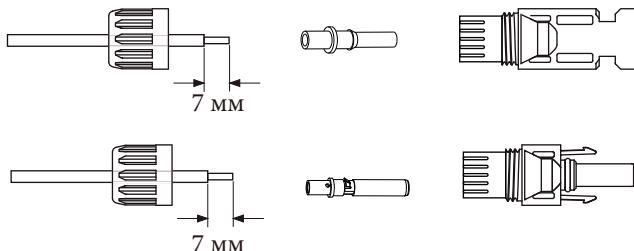

Рис. 5.3 Розбирання накидної гайки роз'єму
- А) Зачистіть дріт постійного струму приблизно на 7 мм, відкрутіть накидну гайку роз'єму (див. рисунок 5.3).